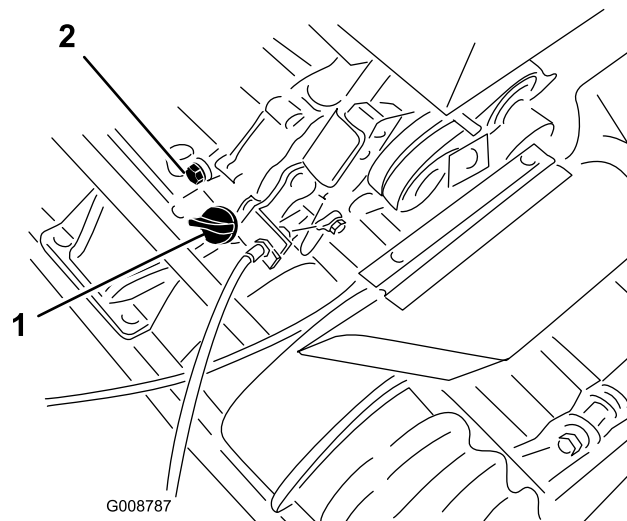

Figure 19
1. Positionnez la machine de sorte que le moteur soit de niveau et nettoyez la surface autour de la jauge d'huile (Figure 19).
2. Placez un bac de vidange sous le bouchon de vidange à l'arrière de la machine (Figure 19).